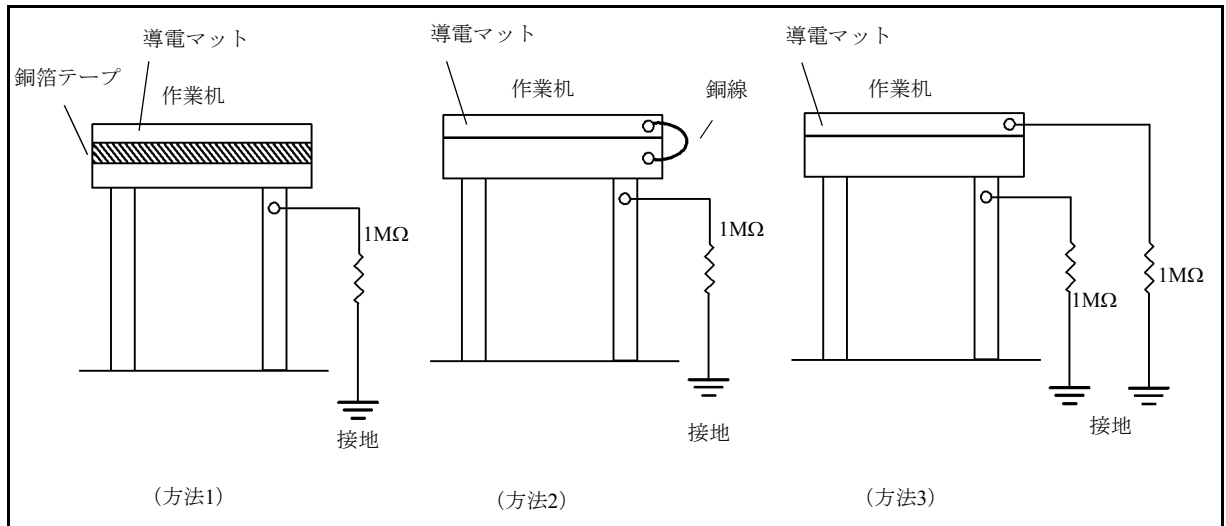

図 2-3 作業台の静電気対策
- 作業台： 導電マットの設置、および接地 (図 2-3 を参照)